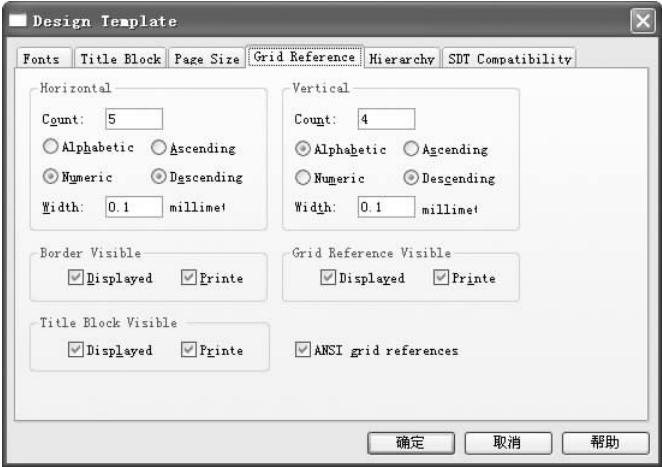

图 6-140 “Grid Reference (参考栅格)”选项卡
3) 打开“Grid Reference (参考栅格)”选项卡，选择默认设置，在设置图样栅格尺寸的时候，一般来说，捕捉栅格尺寸和可视栅格尺寸一样大，也可以设置捕捉栅格的尺寸为可视栅格尺寸的整数倍。电气栅格的尺寸应该略小于捕捉栅格的尺寸，因为只有这样才能准确地捕捉电气节点。如图 6-140 所示。